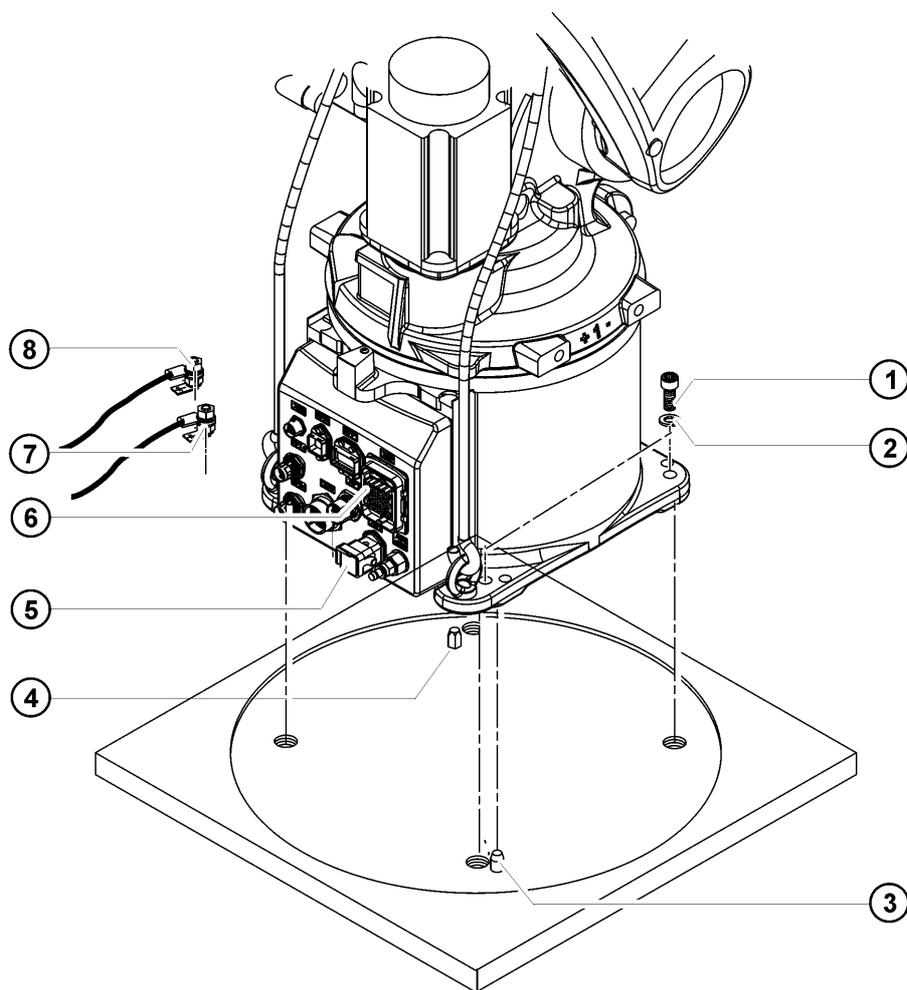

Fig. 8-4: Montage du robot
1. Vérifier les deux pieds de centrage (>>> Fig. 8-4) pour s'assurer qu'ils sont bien serrés et non endommagés.